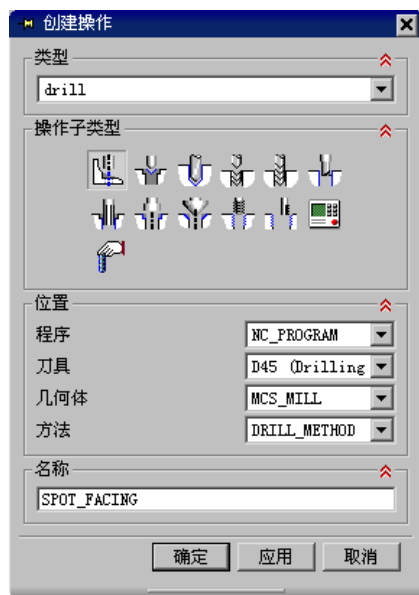

图 6.3.4 “创建操作”对话框
Step1. 选择下拉菜单 **插入(S) → 操作(O)...** 命令，系统弹出图 6.3.4 所示的“创建操作”对话框。